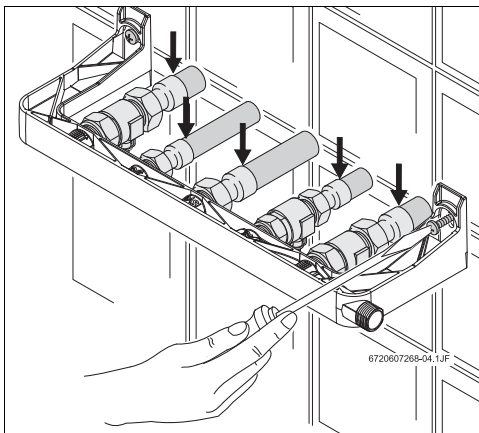

Fig. 4 Fixação da barra e soldadura de tubos
- ▶ Efetuar a soldadura entre os tubos (Fig. 4).